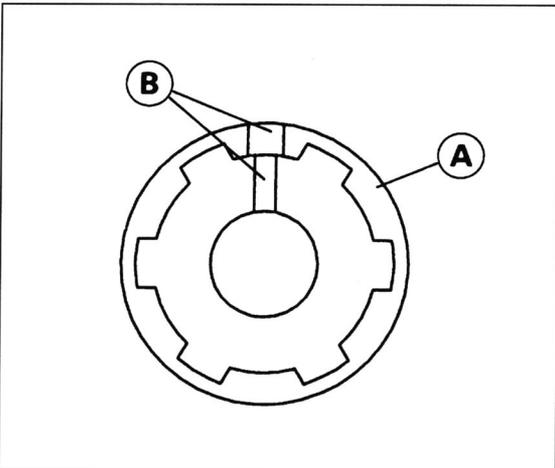

Bild 236
-  Darauf achten, dass Ölbohrungen von Buchsen und Wellen fluchten (Bild 236).